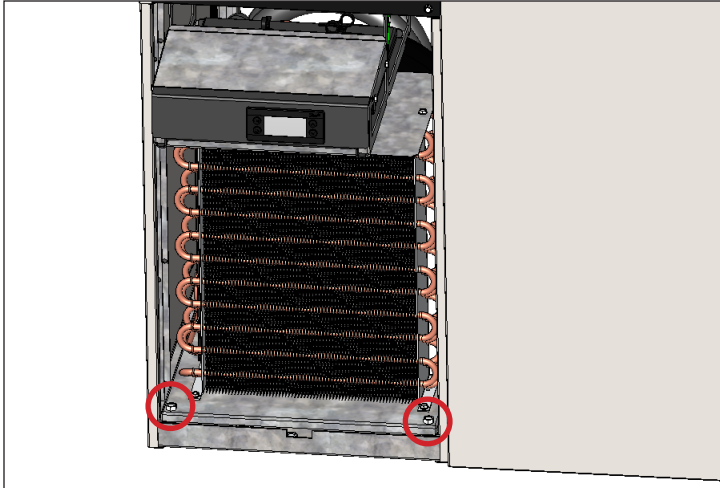

Рис. 4. Удалите болты в основании конденсатора.
6. Удалите болты в основании конденсатора. См. рис. 4.